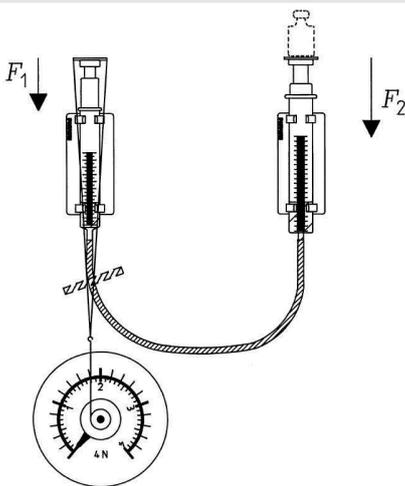

Abb. 2
- Setze das Modell einer hydraulischen Presse auf der Demo-Tafel zusammen und platziere es dabei so, dass sich die Kolbenplatten in Höhe des oberen Tafelrandes befinden (Abb. 2).
- Drücke ggf. den Schlauch mit einem Klebestreifen an die Tafel (Abb. 2).
Die graphische Darstellung von F_1 als Funktion von F_2 ergibt eine Gerade durch den Koordinatenursprung (Abb. 2). Das bedeutet: $F_1 \sim F_2$ oder $F_1/F_2 = \text{konstant}$